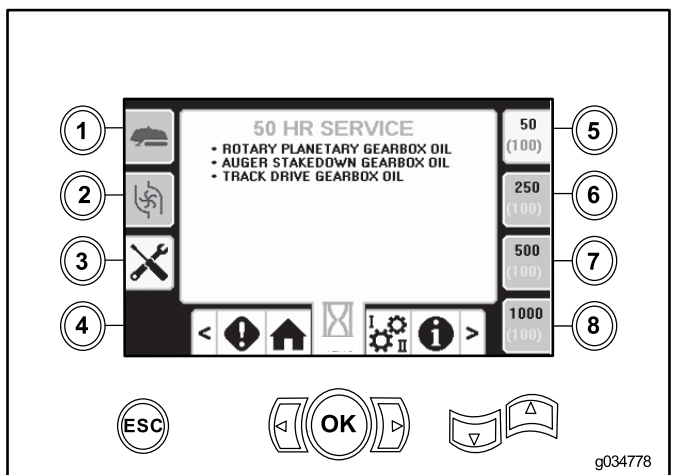

Bild 44
- Taste 5: 50 Stunden (**Bild 44**)